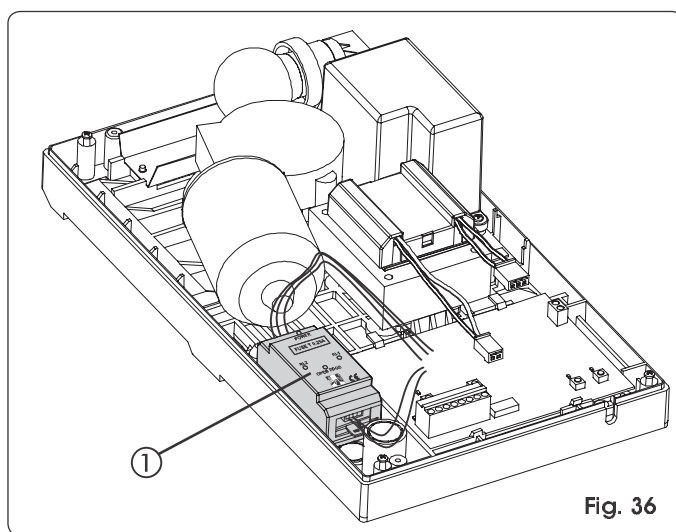

Fig. 36
Het gebruik van de veiligheidslijst met een geleidend element wordt vereenvoudigd door de mogelijkheid de bijbehorende besturingseenheid in de aandrijving te plaatsen (Fig. 36 ref. ①). Handel als volgt:
- Plaats de bedieningseenheid erin zoals aangegeven in Fig. 36.